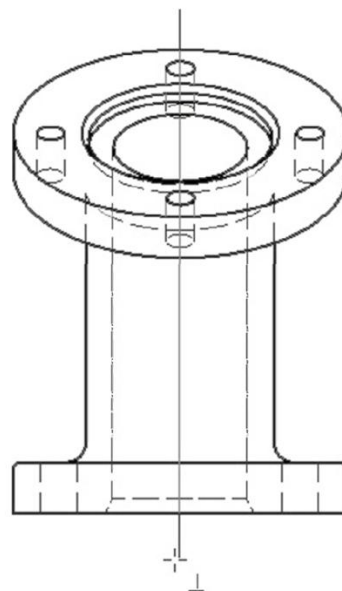

Рисунок 3.4 – Линию сечения возьмите немного длиннее высоты детали
4) Протяните линию вниз детали, чтобы определить линию сечения, и кликните на второй точке, чтобы начать создание сечения (см. рисунок 3.4). Правой кнопкой «мышки» вызовите контекстное меню и выберите «Далее» для завершения определения линии сечения.